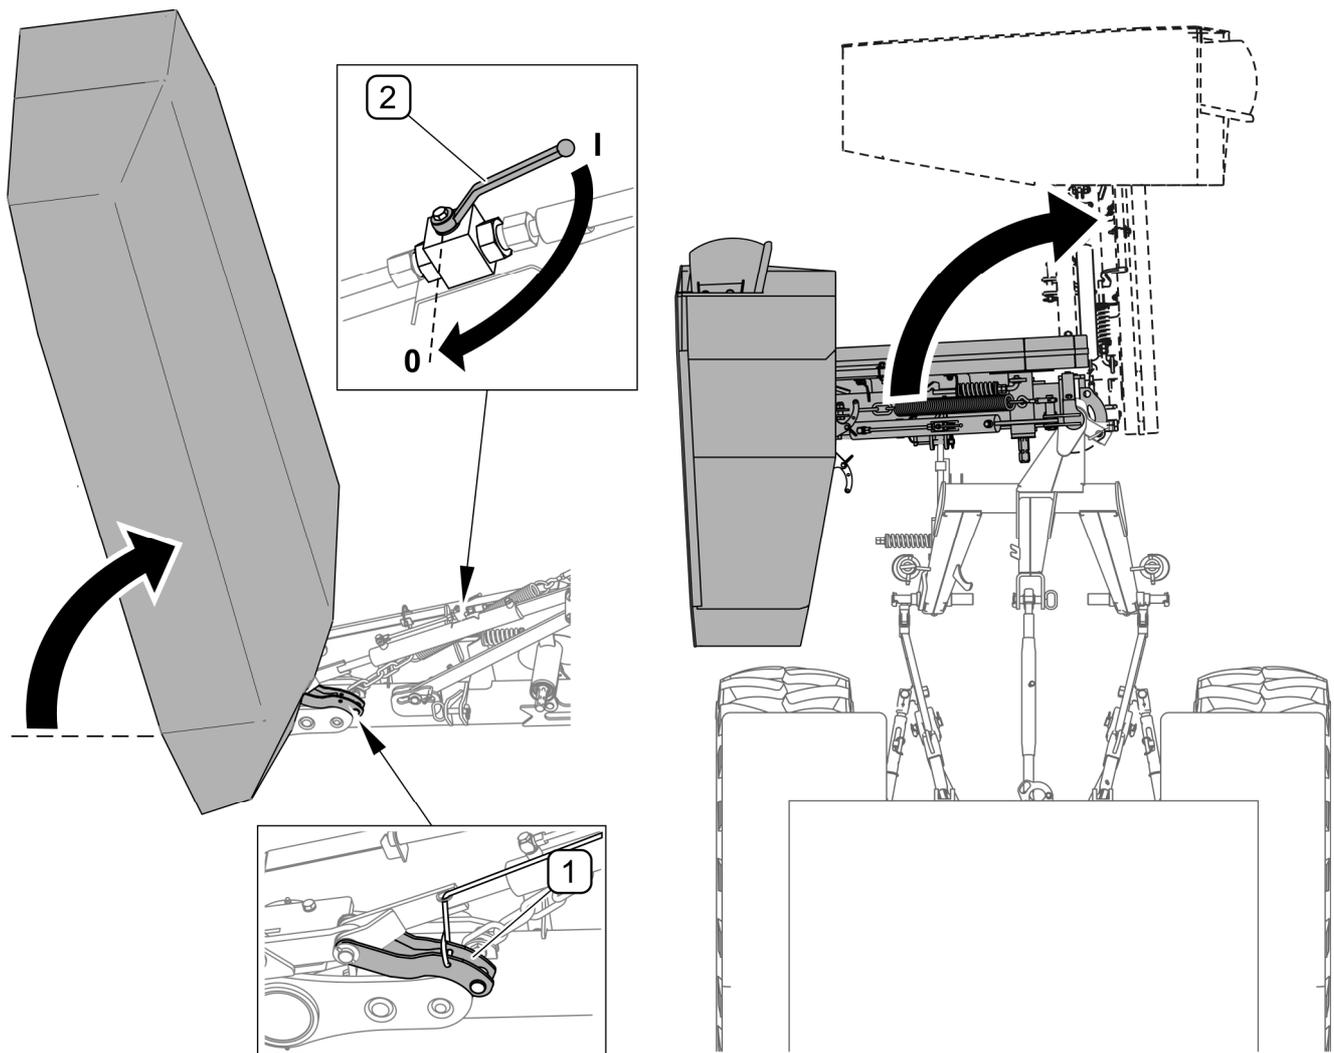

FIGURE 4.4 Réglage en position de transport
- relever le bras support en commandant le circuit hydraulique approprié du tracteur jusqu'à ce que le cliquet (1) se verrouille (FIGURE 4.4),
- Fermer la vanne (2) d'actionneur.
- relever le bras support en commandant le circuit hydraulique approprié du tracteur jusqu'au blocage du cliquet (1) (FIGURE 4.4), fermer la vanne (2) du vérin de levage,
- fermer la vanne (2) du vérin de levage (FIGURE 4.4).
Lors du transport de la faucheuse montée sur un tracteur, la vanne (2) de l'actionneur (FIGURE 4.4) doit être réglée sur la position "0 - fermé"